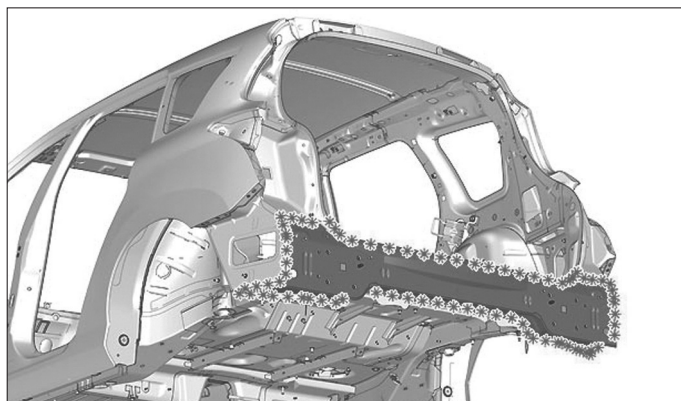

FIG. 188
- Fraiser les points de soudure (Fig.188).